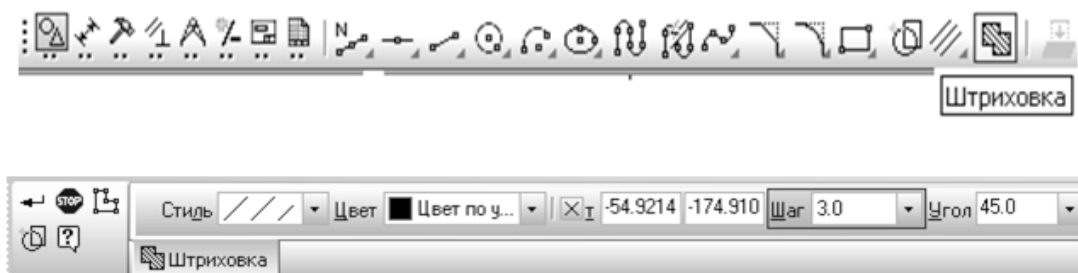

Рис. 59. Настройка панели свойств *Штриховка*
18. Активизируйте пиктограмму *Штриховка*, в панели свойств установите параметры штриховки (рис. 59).